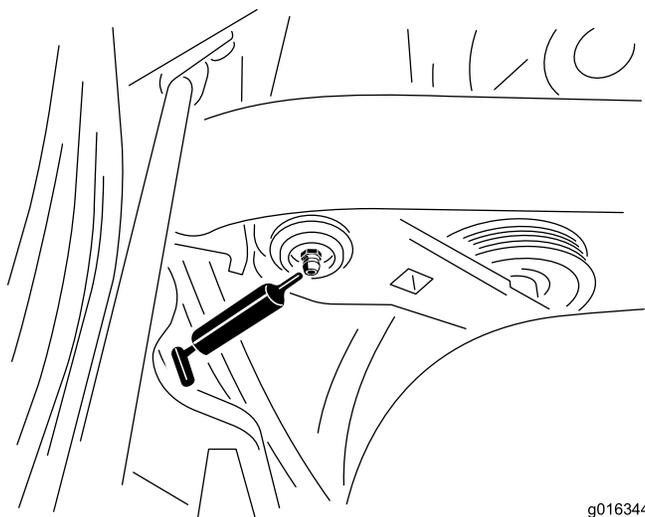

図 43
1. 異物を入れてしまわないよう、グリスフィッティングをきれいに拭く (図 43)。